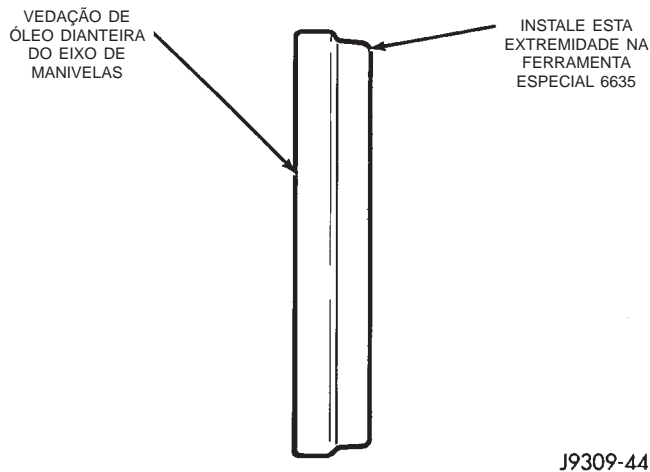

Fig. 54 Colocação da Vedação de Óleo na Ferramenta de Instalação 6635
(4) Coloque uma ferramenta adequada atrás das bordas da vedação de óleo para retirar a vedação de óleo para fora. Tome cuidado para não danificar o cilindro da tampa de vedação do eixo de manivelas.
(5) Coloque o diâmetro menor da vedação de óleo sobre a Ferramenta de Instalação de Vedação de Óleo Dianteira 6635. (Fig. 54). Assente a vedação de óleo no entalhe da ferramenta.